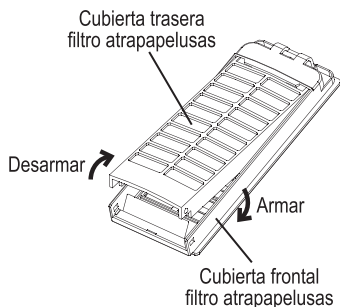

Figura 2
2. Remueva la pelusa recolectada. Jale hacia afuera el extremo inferior de la cubierta trasera del filtro atrapapelusas para desmontarla de la cubierta frontal. Remueva la pelusa por completo usando agua limpia (Figura 2).